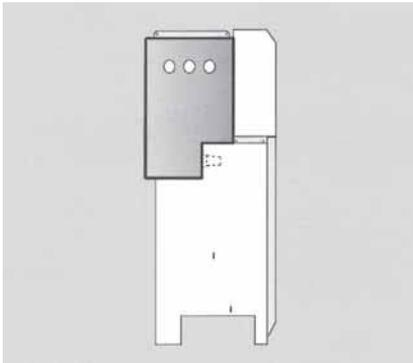

Fig. 1.38. Cuba de una celda modular (zona sombreada).
- **Cuba.** Este elemento contiene el interruptor, el embarrado y los portafusibles (Fig. 1.38). El embarrado está dimensionado para soportar, además de la intensidad nominal, las intensidades térmica y dinámica asignadas.